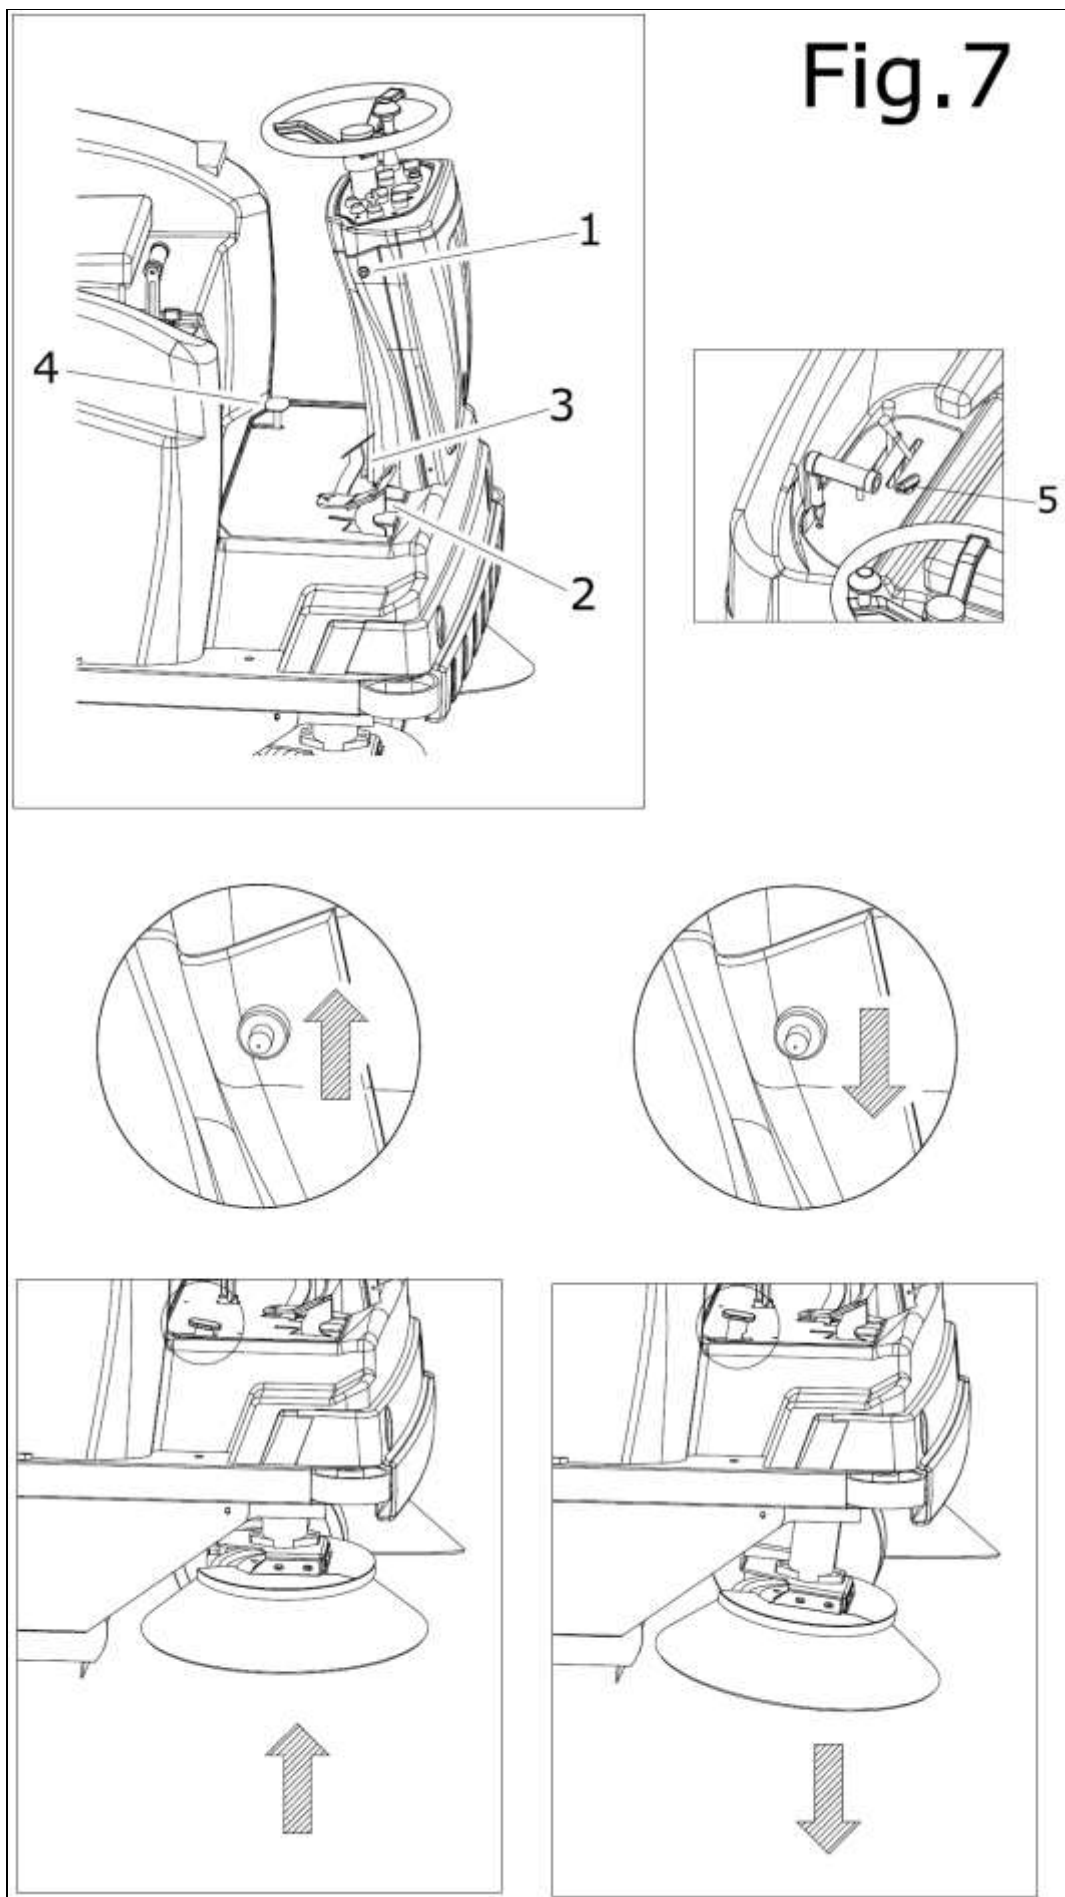

Fig.8
- 3 - Apague el motor llevando la llave de encendido Part. 10 Fig. 8 a la posición OFF. Se puede apagar el motor simplemente levantándose del puesto de conducción.